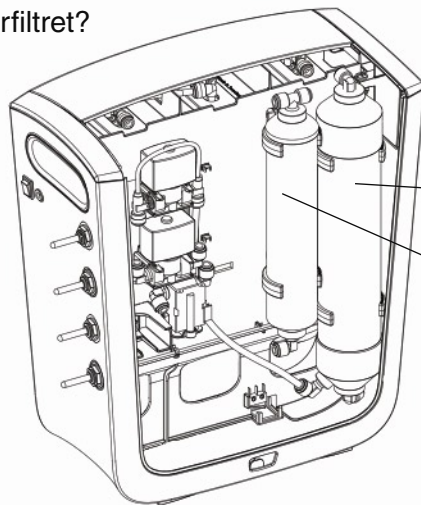

Fig. 25 Identifiering och lokalisering av omvänd osmos membran och efterfilter
5. Lossa de tre slangar som är anslutna till omvänd osmos membranet (se fig. 25 för att se var membranet är placerat inuti vattenrenaren)